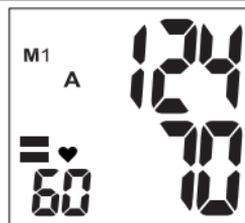
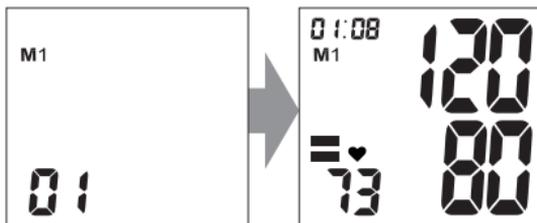

РИС.12
РИС.13
3. Просмотреть содержимое памяти прибора Вы можете, нажав кнопку M1 или M2. При первом нажатии кнопки M1 (или M2) на экране появится среднее значение 3-х последних измерений, сохраненных в память M1 (или M2), обозначенная символом «А» (рис. 12). При повторном нажатии кнопки M1 (или M2) на экране появится индикатор выбранной памяти M1 (или M2) и номер ячейки памяти, а через 1 секунду отображается ее содержимое (рис. 13). При отображении содержимого ячейки